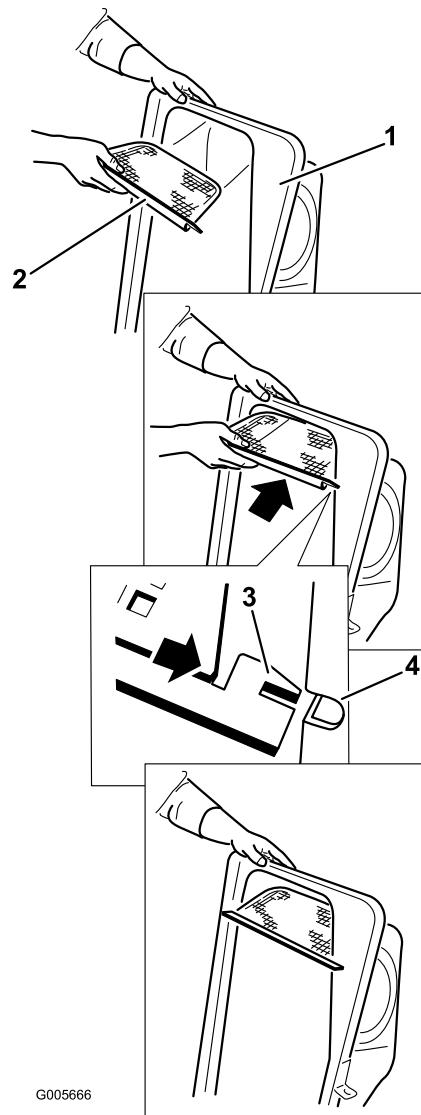

Figura 10
2. Instale o filtro como se mostra na Figura 10 e deslize na direção dos sacos de recolha.